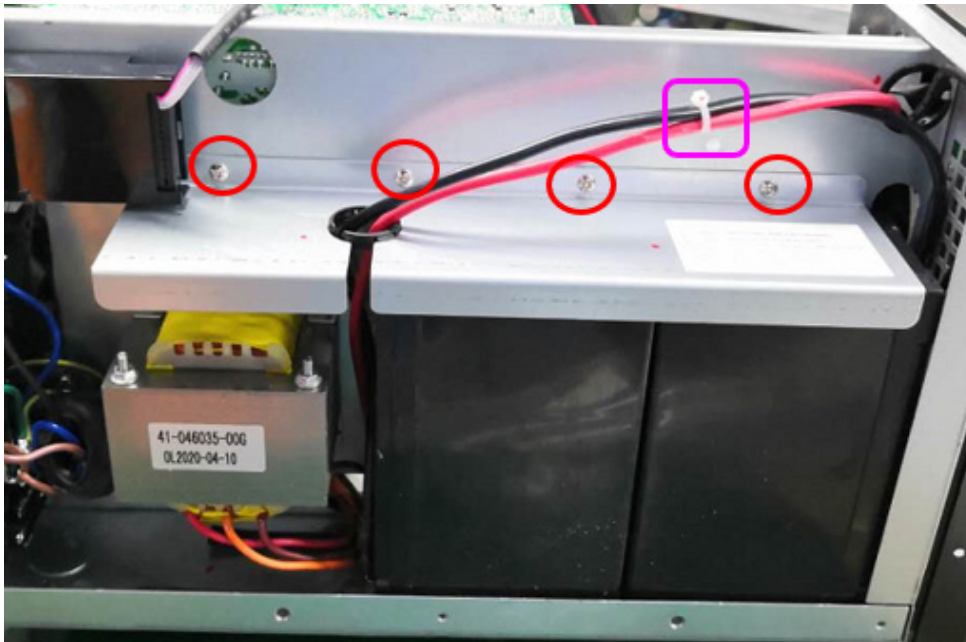

Abbildung 12: Entfernen des Halteblechs
- Entfernen Sie die Schrauben der Batterieabdeckung und das Halteblech, dass die Batterien gegen Verrutschen sichert. (s. Abbildung 12).